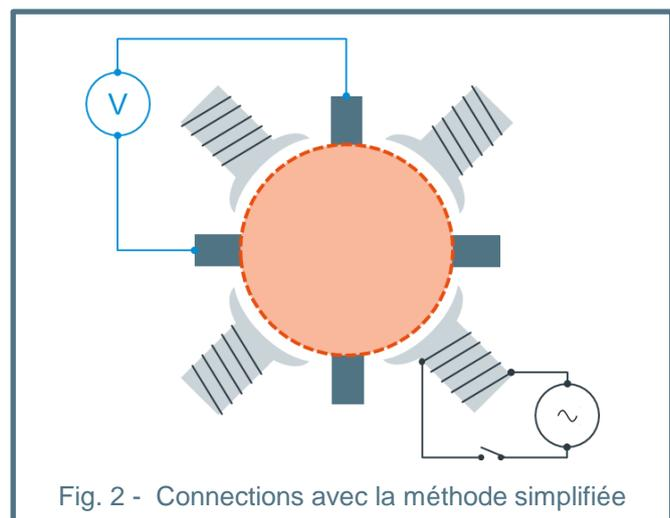

Fig. 2 - Connexions avec la méthode simplifiée
La figure 2 illustre les connexions.
- d) déterminer le nombre de lames entre pôles en divisant le nombre total de lames du collecteur par le nombre de pôles de la machine, puis numéroté toutes les lames à partir de tout point situé à gauche d'un bras de balais (en commençant par zéro - voir figures 2 et 4).